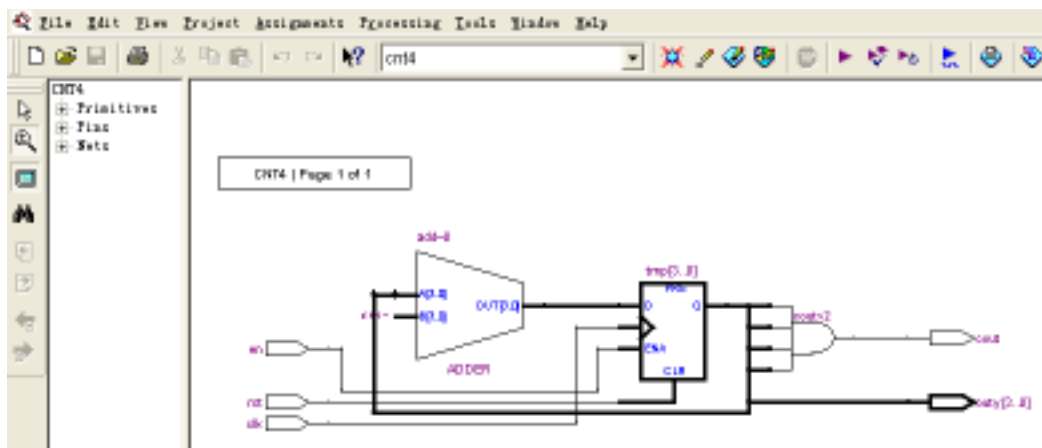

图 2-12 RTL 电路图
(4) 查看 RTL 电路。选择菜单 Tools 下的 RTL Viewer，即可看到综合后的 RTL 电路图，如图 2-12 所示。